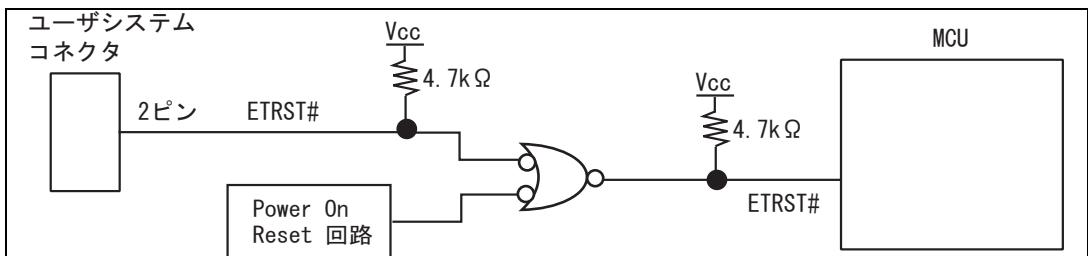

図 1.7 ETRST#端子の接続
4. H8S/2125F の ETRST#端子は、図 1.7 に示すように Power On Reset 回路の信号が入るようにしてください。E10A-USB 未接続で電源投入時に H8S/2125F が初期化されないことがあります。また、Power On Reset 回路以外のリセット信号は入らないようにしてください。E10A-USB 接続中に入ると、E10A-USB が動作不能になることがあります。